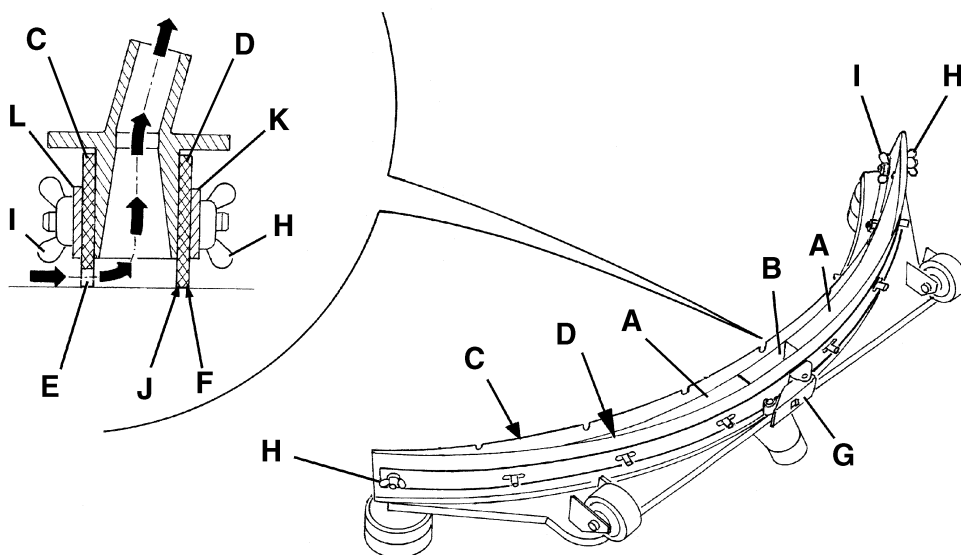
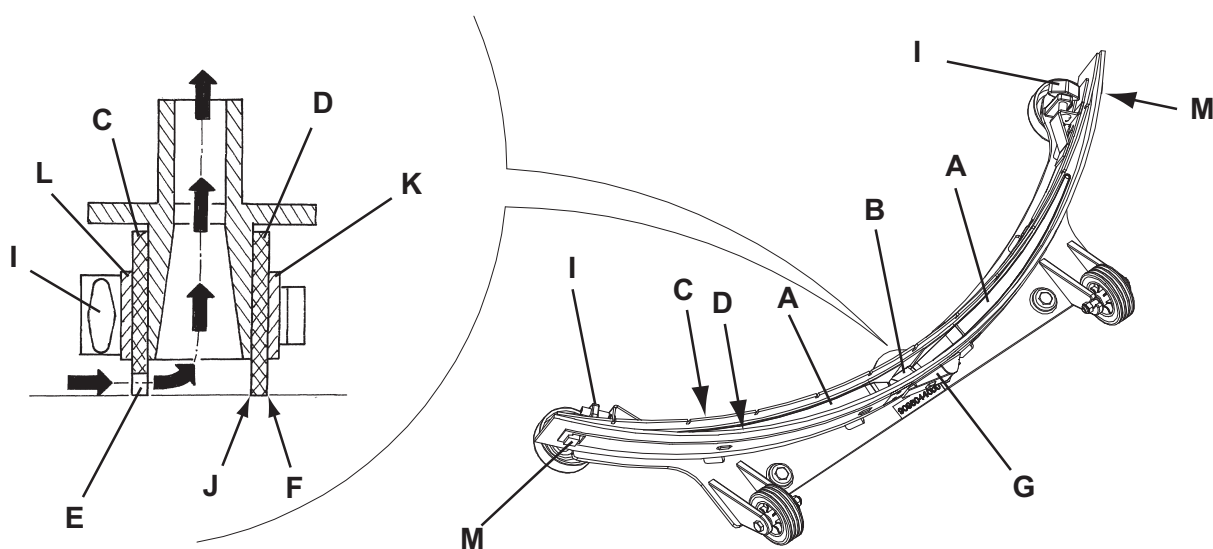

Рис. 6
Рис. 7
2. (Только для **ВА 551D**, **ВА 551CD**, **ВА 611D**): Поверните ключ зажигания (80) в положение «0». (Только для **ВА 551**): Чтобы выключить машину, нажмите переключатель (71) и/или (73).
3. Опустите швабру (25) с помощью рычага (10).
4. Ослабьте маховики (26) и снимите швабру (25).
5. Отсоедините вакуумный шланг (15) от швабры.
6. Очистьте стальную (Рис. 6) или алюминиевую (Рис. 7) швабру. Очистьте отсеки (А, Рис. 6 или 7) и особенно отверстие (В). Проверьте передний скребок (С) и задний скребок (D) на предмет их целостности, отсутствия порезов и разрывов; в случае необходимости замените их (см. порядок действий в следующем разделе).
- Очистьте стальную (Рис. 6) или алюминиевую (Рис. 7) швабру в соответствии с порядком действий, показанном в предыдущем разделе.
- Проверьте, что кромки (Е, Рис. 6 или 7) переднего скребка (С) и кромки (F) заднего скребка (D) установлены на одном и том же уровне по всей длине; иначе отрегулируйте их высоту следующим образом:
- Освободите соединительную тягу (G, Рис. 6 или 7) и ослабьте барашковые гайки (H, Рис. 6), или освободите фиксаторы (M, Рис. 7) и отрегулируйте задний скребок (D, Рис. 6 или 7), затем затяните барашковые гайки или зацепите фиксаторы и зацепите соединительную тягу.
- Ослабьте маховики (I) и отрегулируйте передний скребок (С, Рис. 6 или 7); затем затяните маховики.
- Проверьте передний (С, Рис. 6 или 7) и задний скребки (D) на целостность, наличие порезов и разрывов; если необходимо замените их согласно следующей процедуре. Проверьте, не изношен ли передний угол (J) заднего скребка; в случае необходимости переверните скребок, чтобы поменять местами изношенный угол с целым. Если и другие углы изношены, замените скребок в следующем порядке:
- Освободите соединительную тягу (G), удалите барашковые гайки (H) или освободите фиксаторы (M), снимите фиксирующую ленту (K), затем замените/переверните задний скребок (D).